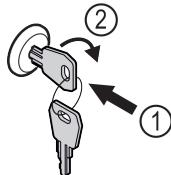

Fig. 126
- Introduceți cheia prin apăsare Fig. 126 (1).
- Rotiți cheia cu 90° în sensul acelor de ceasornic Fig. 126 (2).